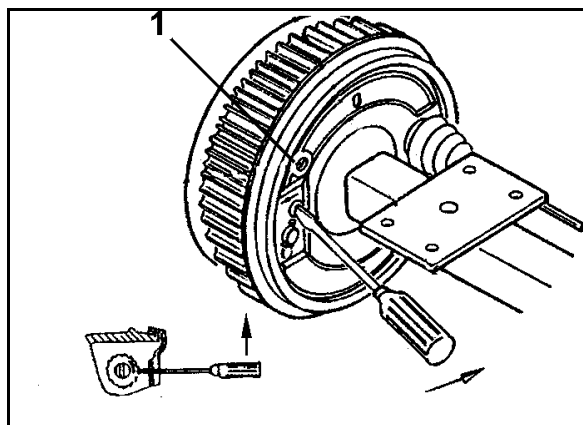

Рис. 89
- Смотровое отверстие (Рис. 89/1)